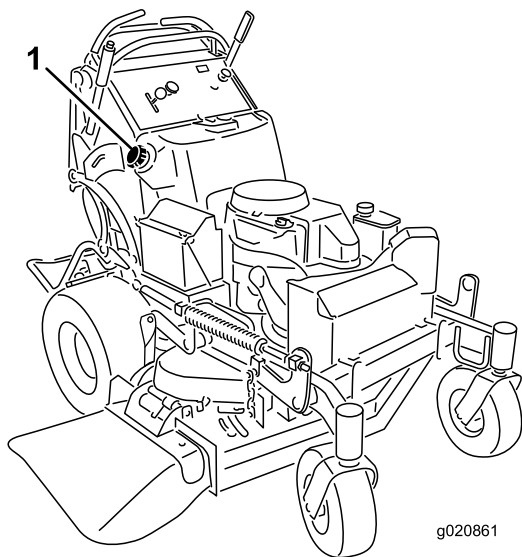

Figura 50
5. Utilizando uma bomba sifão, drene o combustível para uma lata de gasolina limpa (Figura 50).